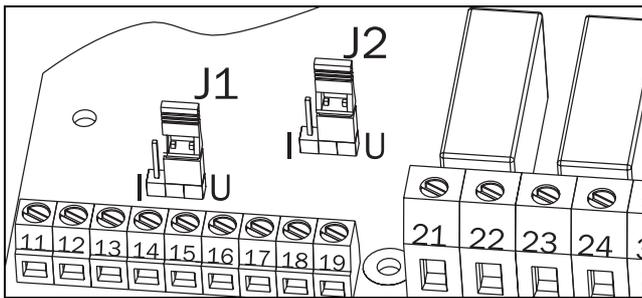

Abb. 52 Einstellen des Ausganges auf Strom oder Spannung.
2. Die Brücke J2 auf der Steuerplatine auf Spannung (U) oder Strom (I) einstellen. Werkseitig ist sie auf Spannung (U) eingestellt. Siehe Abb. 52, Seite 52 und Abb. 24, Seite 28.